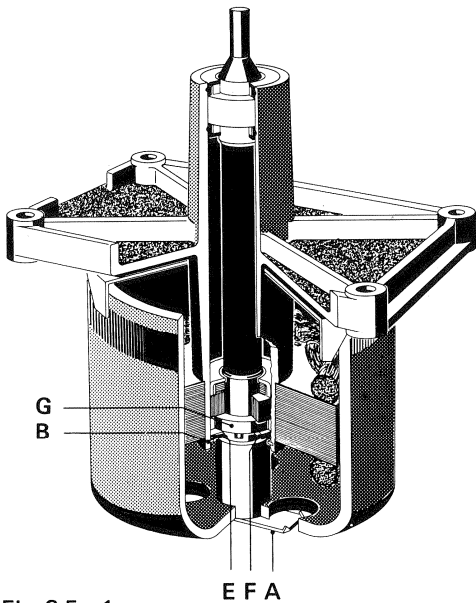

Fig. 3.5.-1
3.5. Capstan motor (fig. 3.5.-1)
- Tonwellensicherung A vorsichtig seitlich abziehen. Hohe mechanische Vorspannung, (Fig. 3.5.-1). Rotor des Tonmotors nach unten ausfahren.